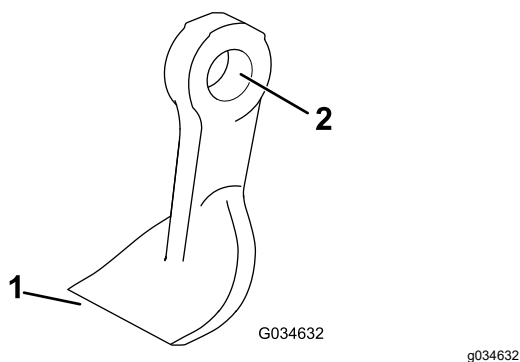

Рисунок 21
3. Проверьте каждый нож на наличие повреждений, обращая особое внимание на крепежные детали, режущую кромку и установочное отверстие (Рисунок 21). Замените все поврежденные ножи и крепежные детали.